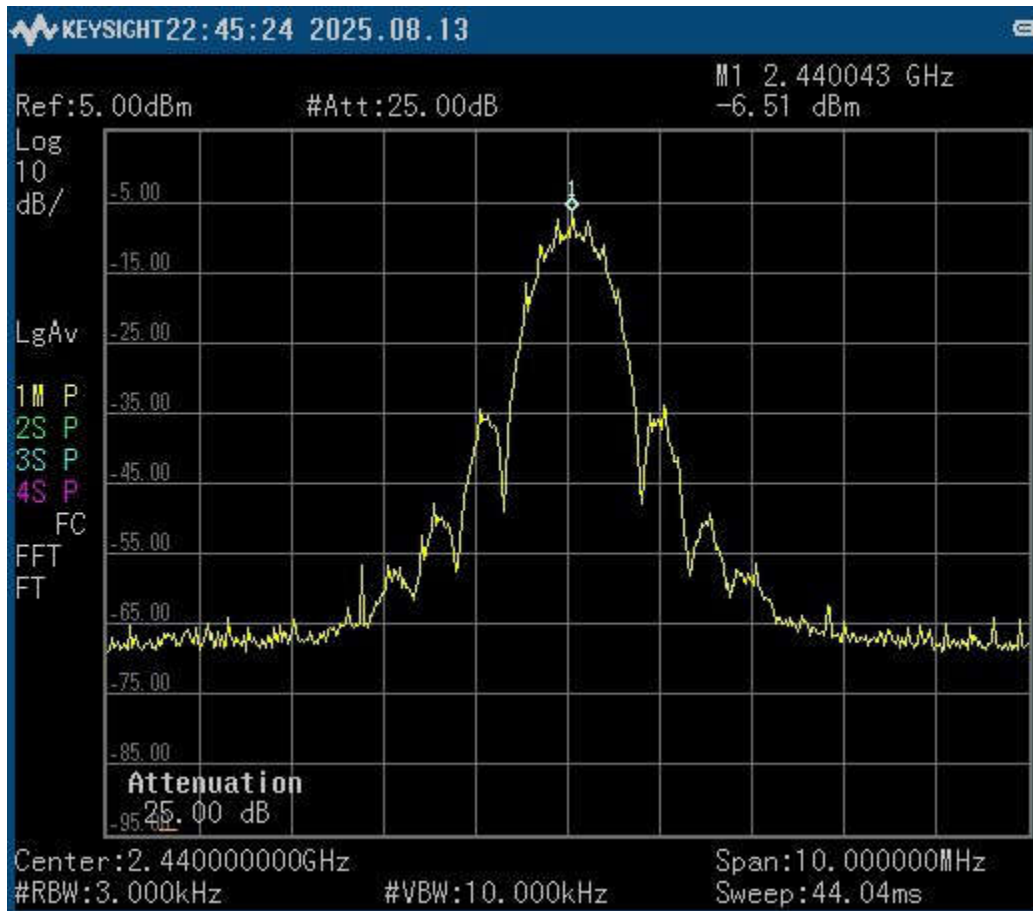

图 7-7. 功率谱密度掩码测试的频谱分析仪输出
- 第 4 步：在频谱分析仪上验证 PSD 掩码是否符合给定标准。（参考图 7-7，查看频谱分析仪上结果的示例）